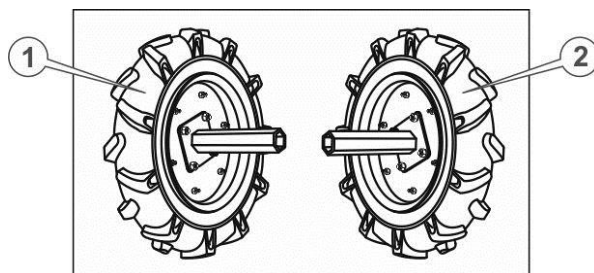

Рисунок 3. – Ліве та праве колесо
4. Приєднати маточини коліс до колісних дисків за допомогою болтів, надійно затягнути всі з'єднання на колесах (див. рис. 3.) Водночас необхідно пам'ятати, що на колеса встановлені пневматичні шини зі спрямованим малюнком протектора типу «ялинка». Встановлення коліс необхідно виконувати так, щоб споглядаючи на мотоблок зверху, «вістря» цієї «ялинки» були спрямовані вперед (див. рис. 3.), крім того, вентиля для накачування камер повинні перебувати з зовнішнього боку колеса.